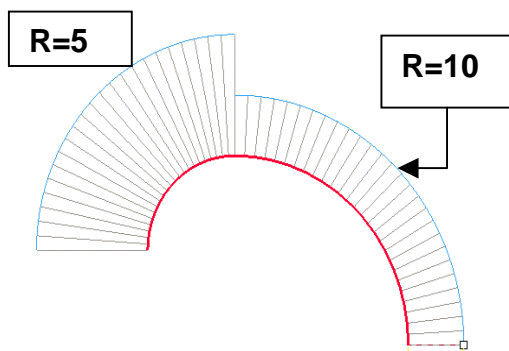

Figure 5 : Continuité en tangence
- Dans la figure 5 deux arcs de cercle sont tangents mais il n'y pas continuité en courbure (variation brutale du rayon de courbure)